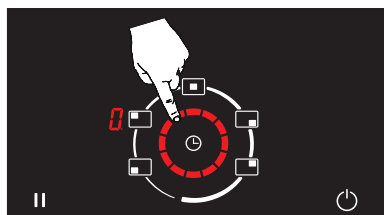

Figure 10
2. Après avoir sélectionné la zone de cuisson concernée, il est possible de l'éteindre en réglant la température de la zone de cuisson au niveau souhaité  à l'aide du contrôle tactile à glissière rotative. (Voir Fig. 10)